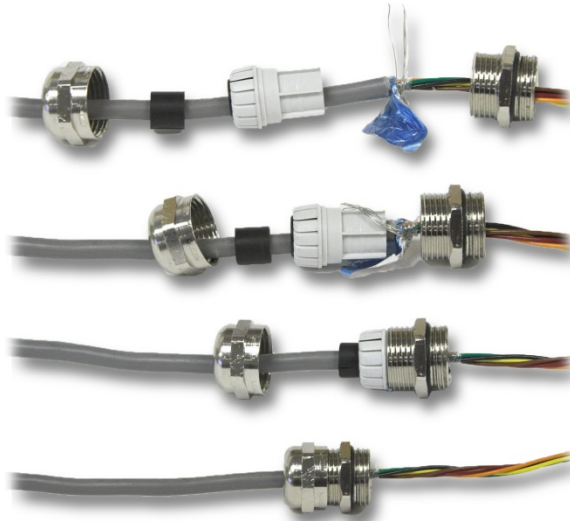
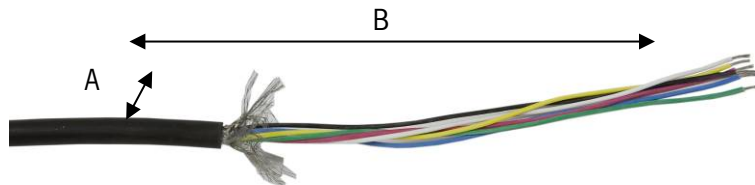

Figure 2-28 : Mise à la terre du blindage du câble
Figure 2-35 : Préparation du câble du capteur
- Le blindage du câble doit être mis à la terre sur le boîtier en écartant les fils blindés (voir la partie supérieure de la Figure 2-28). Il faut ensuite les replier sur le composant en plastique du presse-étoupe du câble avant de l'enfoncer dans le corps fileté.
Préparez les extrémités de chacun des câbles de capteur (voir la Figure 2-35 et le Tableau 2-4). Assurez-vous que la gaine est connectée au presse-étoupe (voir la Figure 2-28).